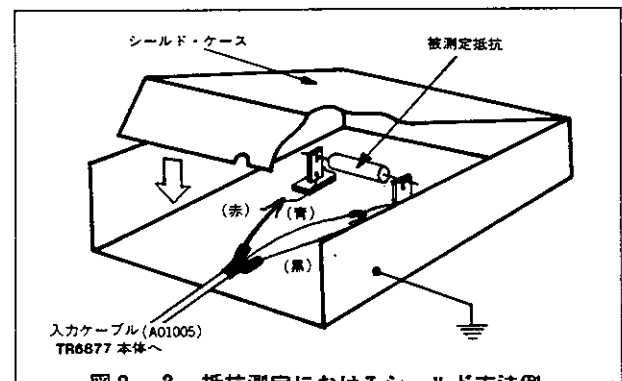

図2-3 抵抗測定におけるシールド方法例
- 1MΩレンジ以上で抵抗測定を行なう場合は、最良の測定確度を得るために、できるだけ被測定抵抗にシールドを行なって下さい。また、測定時には入力ケーブルが振れないように固定し、周辺測定器などからの誘導にはとくに注意を払って下さい。〔図2-3〕にシールド方法の一例を示します。